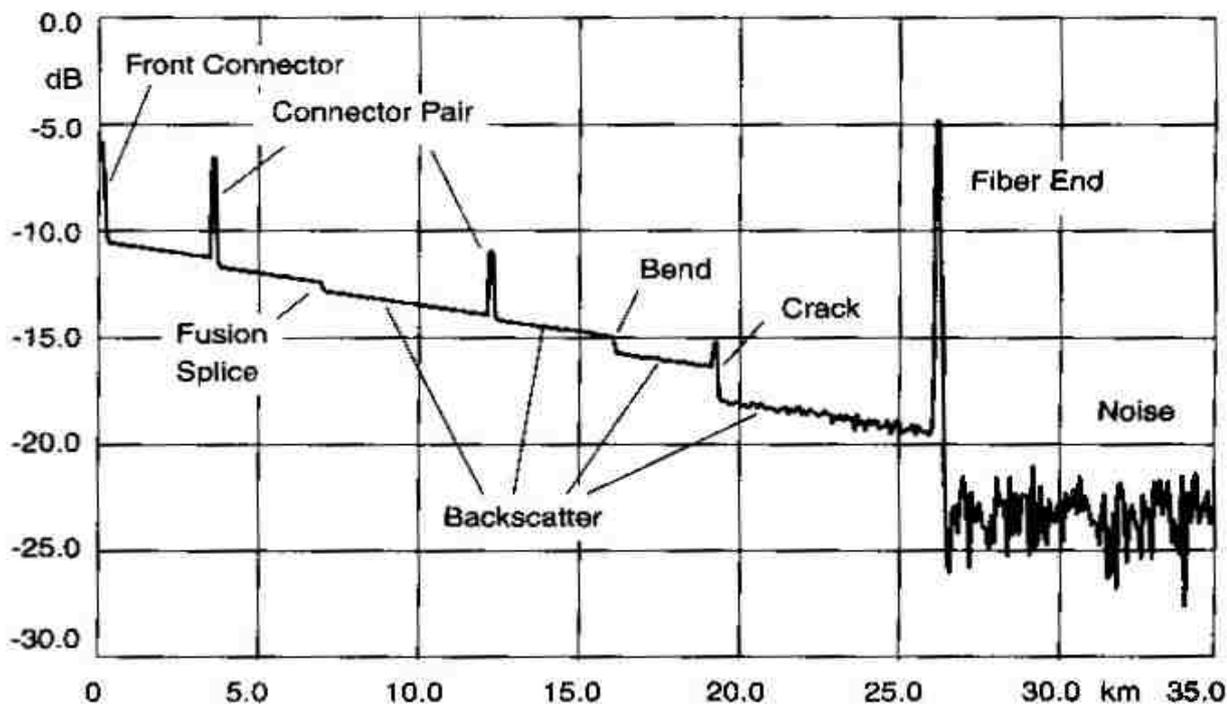

FIGURE 3.4 – Exemple de courbe obtenue avec un OTDR commercial. Evolution de la puissance locale en fonction de la distance.  $\frac{P}{P_0}$  (dB) vs D (km).
On observe sur une courbe typique d'OTDR comme celle de la figure 3.4 ci-dessus le signal reçu. On peut lire sur ce signal les défauts et les caractéristiques de la fibre à partir de deux phénomènes :
**P3** En exploitant la courbe donnée par un OTDR industriel (figure 3.4 ci-dessus), vérifiez que l'atténuation est 0,2dB/km (valeur attendue pour des fibres télécoms standards).